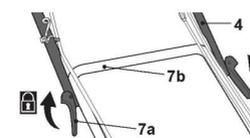

Fig. 4
6. Déplier la poignée supérieure (4).
7. Verrouiller les leviers de fixation (7a) pour la fixer (Fig. 4)